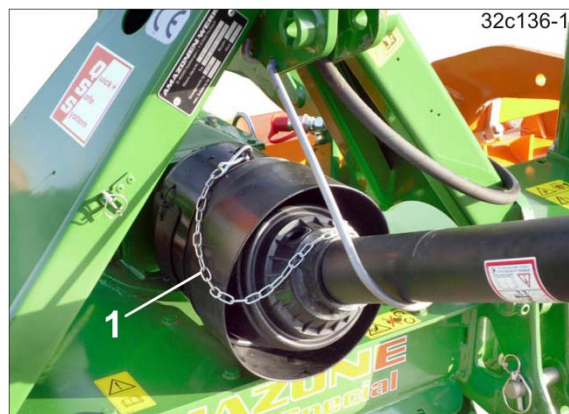

Fig. 98
11. Asigurați protecția arborelui cardanic la tractor și la mașină cu lanțurile de fixare (Fig. 98/1) împotriva rotirii.